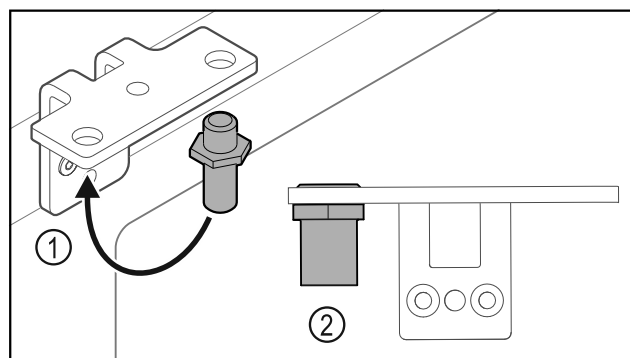

Fig. 29
- Mettre l'axe Fig. 29 (1) dans l'autre trou de l'équerre de charnière.
- Serrer l'axe Fig. 29 (2) au **couple de 12 Nm**.